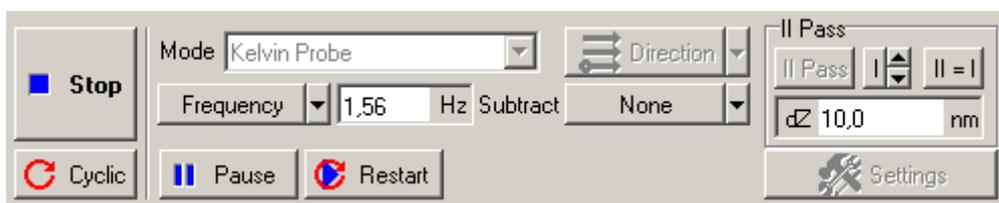

Рис. 9-27. Панель управления вкладки **Scan** во время сканирования
- на панели управления вкладки **Scan** некоторые кнопки исчезнут, и появится ряд новых кнопок: **Pause, Restart, Stop** (Рис. 9-27).
- dZ** расстояние, на которое отводится зонд во время сканирования на втором проходе. Чем больше **dZ**, тем меньше влияние рельефа поверхности на результаты измерений, проводимых на втором проходе. В то же время, с ростом высоты уменьшается чувствительность метода. В поле ввода **dZ** на панели управления (см. Рис. 9-27) установите желаемую высоту подъема зонда (опускания образца).